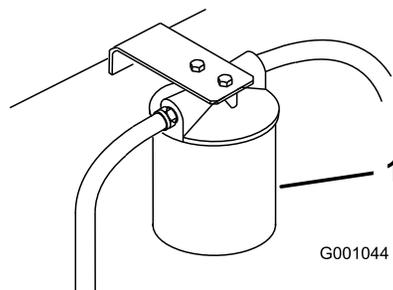

Рисунок 98
3. Поместите сливной поддон под фильтр, снимите старый фильтр и дочиста протрите поверхность прокладки переходника фильтра (Рисунок 98).